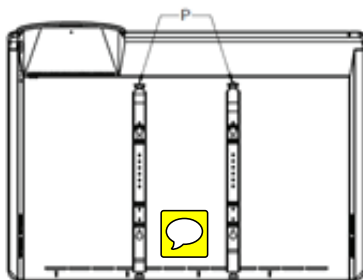

Рис.4
- Опустите вниз две задвижки «Р» (рис. 4) на задней панели обогревателя, и потяните прибор на себя.